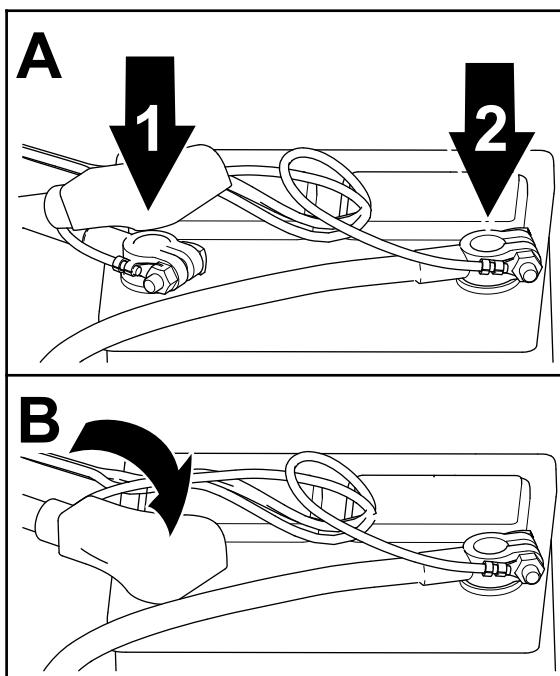

Figura 21
1. Monte el cable negativo de la batería en el borne negativo de la batería (Figura 21).
- Monte el cable positivo de la batería en el borne positivo de la batería (Figura 21).
- Monte el aislante sobre el borne positivo de la batería (Figura 21).